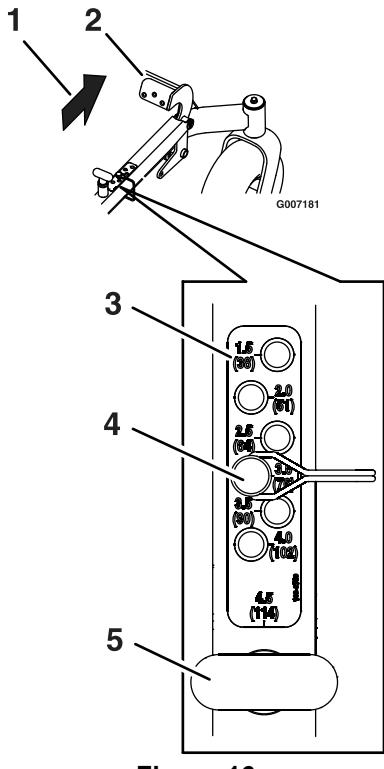

Figura 16
1. Sollevate il piatto di taglio in posizione di trasporto (altezza di taglio 114 mm) spostando in avanti il pedale (Figura 16). Il perno di trasporto a molla si innesta automaticamente e scatta in posizione.